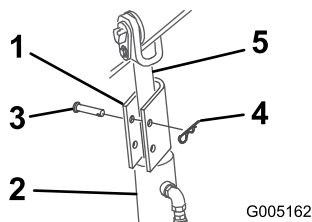

Figura 15
4. Posizionate un blocco del cilindro sull'asta di ogni cilindro di sollevamento (Figura 15).
5. Fissate ogni blocco del cilindro con un cavallotto con perno e una coppiglia (Figura 15).